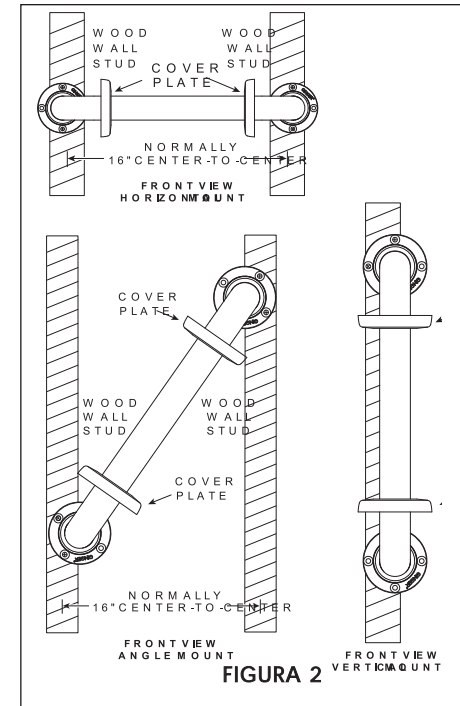

FIGURA 2
La Barra de Seguridad puede instalarse vertical, horizontal o en ángulo, con tal que por lo menos dos (2) de los tres (3) tornillos para la instalación por lo menos en un extremo de la Barra de Seguridad estén fijos en la viga de la pared (vea la Figura 2).